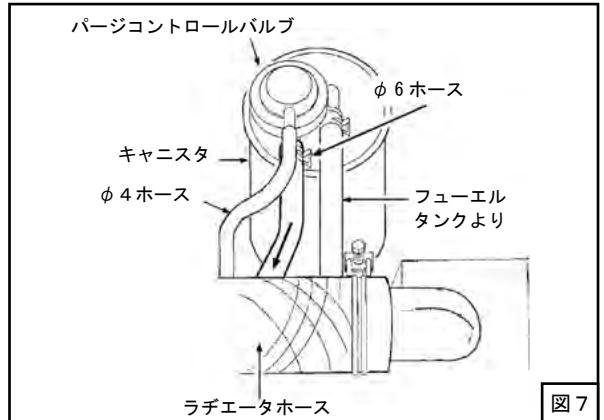

図 7
(5) パージコントロールバルブから ϕ 6 ホースを抜いてください。 (図 7)